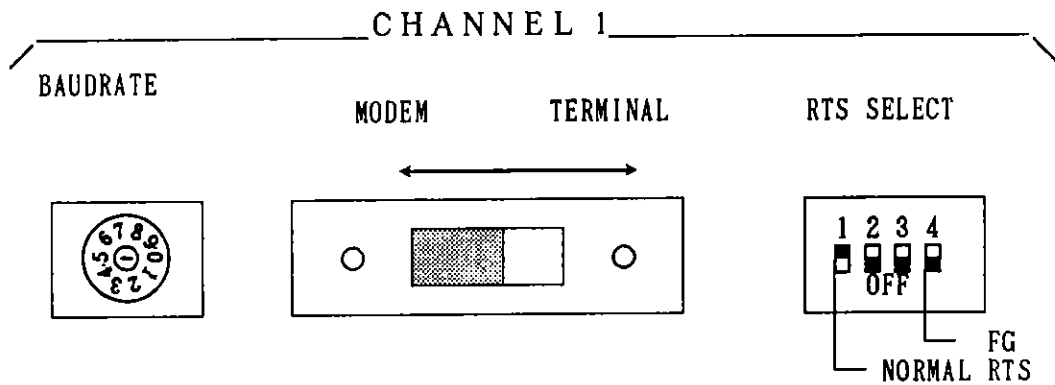

図4-3-1 CH1の設定
- (1) PC-9801およびIE-78130の電源を切って下さい。
- (2) IE-78130のCH1を図4-3-1のように設定して下さい。